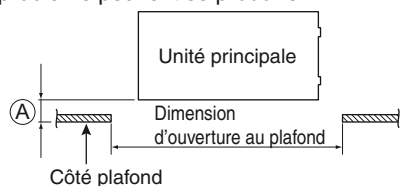

Fig. 7-1
- **Ne jamais placer le panneau la face vers le bas. L'accrocher verticalement ou le poser sur un objet en surplomb. Le placer la face vers le bas endommagera la surface. (Fig. 7-1)**
Ⓐ doit se trouver dans la plage de 13 – 18 mm. (Fig. 7-1)